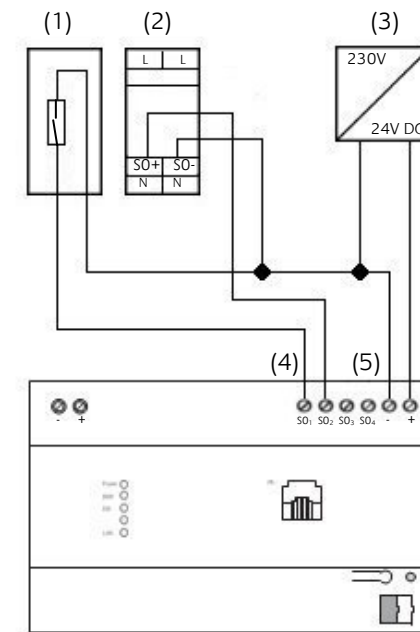

Bild 2: SO-Anschluss Schema
- Bei Verwenden von SO: 24 V DC an die Anschlussklemme für die Spannungsversorgung der SO-Schnittstelle (Bild 2, 5) anschließen. **Keine 230V anschließen!** SO-Geräte an SO-Schnittstellen wie folgt anschließen (siehe Bild 2, 4).
- (1) Reed-Kontakt zum Aufsetzen auf den Zähler.
- (2) z.B. Eltako Wechselstromzähler WSZ12D-32A
- (3) Spannungsversorgung 24V DC
- (4) SO-Schnittstelle (für z.B. Energiemengenzähler)
- (5) Anschlussklemme für SO-Spannungsversorgung 24V DC